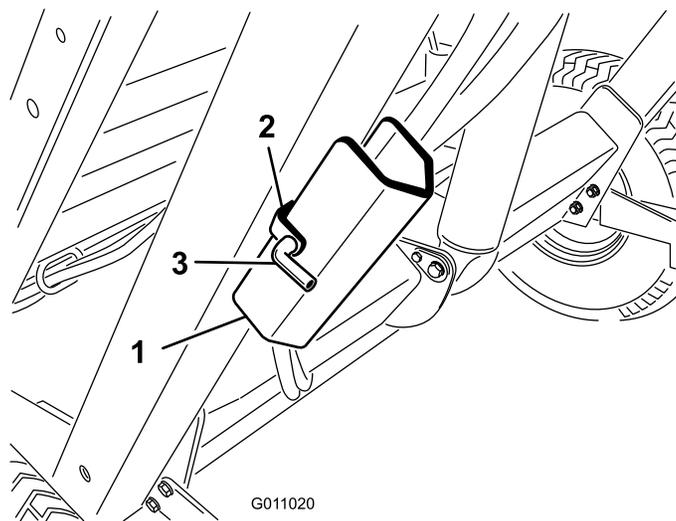

Figura 25
2. Retire o contrapino e o pino que prendem o apoio de segurança ao suporte de armazenamento na estrutura da vassoura (Figura 25). Retire o apoio de segurança.